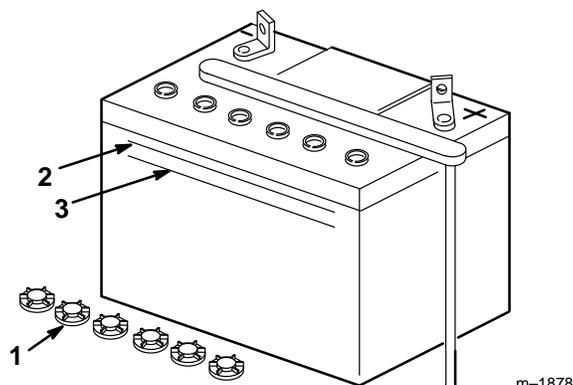

Figure 22
- Regarder la batterie de côté. Le niveau de l'électrolyte doit arriver au repère MAXI ("UPPER", Fig. 22). Ne pas laisser l'électrolyte descendre en dessous du repère MINI ("LOWER", Fig. 22).
- Dévisser les bouchons de remplissage (Fig. 22).
- Verser lentement de l'eau distillée dans chaque élément jusqu'au repère MAXI (Fig. 22) sur le côté de la batterie.